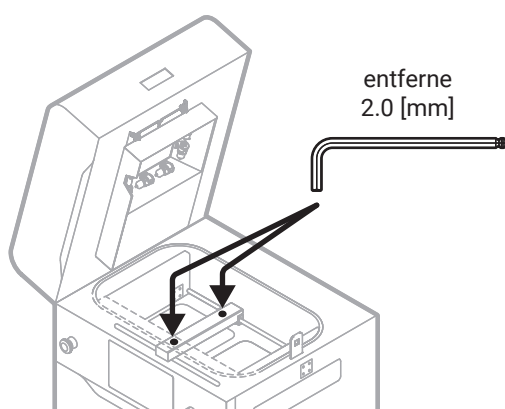

Abb. 1 Entfernen von den Schrauben der Abdeckung.
6. Indem Du den 2 mm Inbusschlüssel verwendest, entferne beide Schrauben an der Abdeckung (Abb. 1).